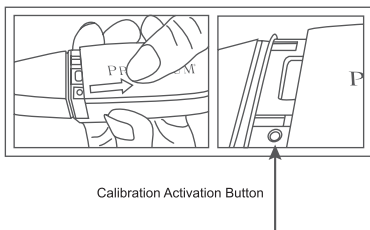

Рис. 1.11
4. Снимите крышку батарейного отсека, чтобы увидеть кнопку включения калибровки – отверстие на нижнем левом краю, как показано на **рис. 1.11**.